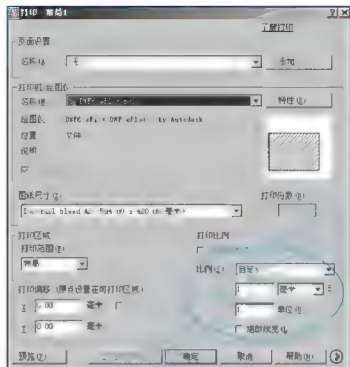

图 5.98 设置【打印-范围1】对话框
(7) 打印。
① 将【视口】图层冻结。
② 右击【布局 1】,从弹出的快捷菜单中选择【打印】命令,打开【打印 - 布局 1】对话框,如图 5.98 所示,单击【确定】按钮即可打印图形。